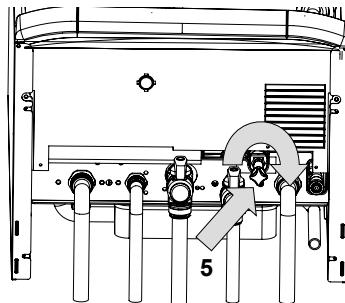

рисунок 2.1
- Откройте кран заполнения системы отопления 5(рисунок 2.1) и закройте, когда давление достигнет значения, указанного на рисунке 2.2.